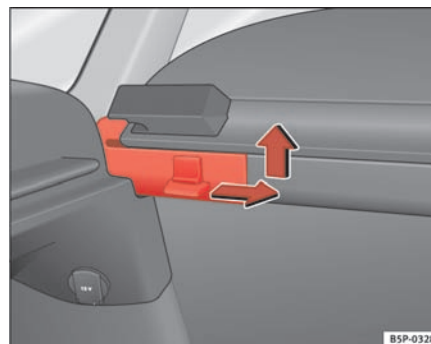

Fig. 121 Afmontering af bagagerumsafdækning
- Skub tappet på siden i pilens retning, løft afdækningen, og tag den ud ⇒ fig. 121.